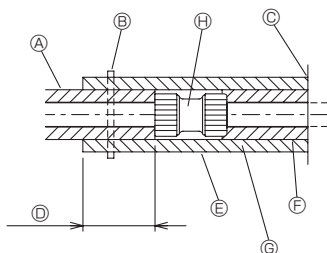

Fig. 4-11
2. Den Verbindungsabschnitt und den freiliegenden Abschnitt der Rohrleitung nach dem Anschließen isolieren. (Fig. 4-11)